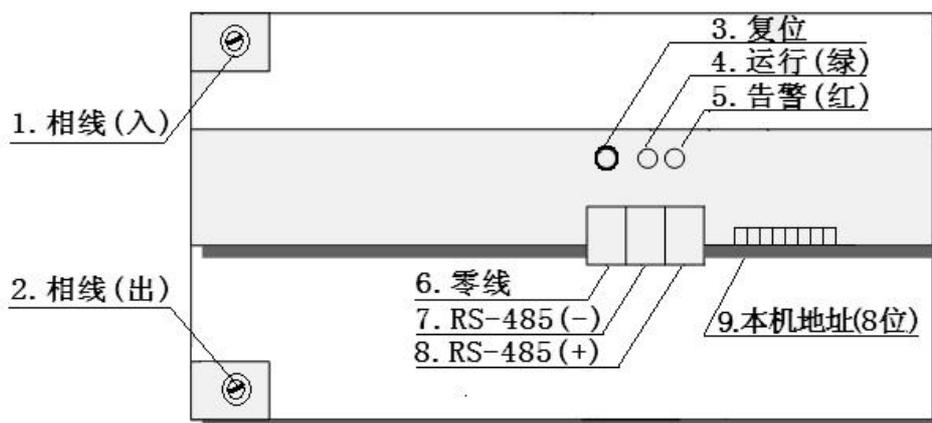

图 2 电气灭弧限流式保护器（10A）外观图
1. EFPCLP10A-1A 电气灭弧限流式保护器（额定电流 10A） 见图 2